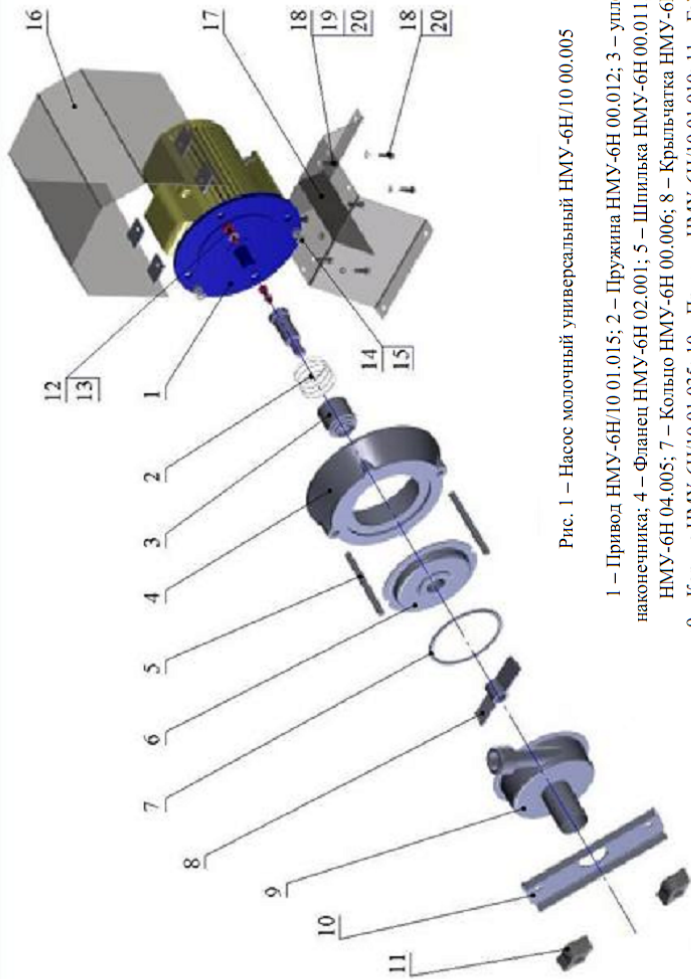

Рис. 1 – Насос молочный универсальный НМУ-6Н/10 00.0005
- Снять корпус 9, крыльчатку 8 и стенку 6, предварительно отвинтив гайки 11 (рис. 1). Со стенки снять кольцо 7.
- Снять уплотнитель наконечника 3 и пружину 2 (рис. 1).